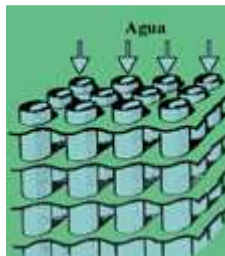

*Fig. 4*
- **Radiador (fig. 4)**
Las partes del radiador se indican en la **fig. 4**